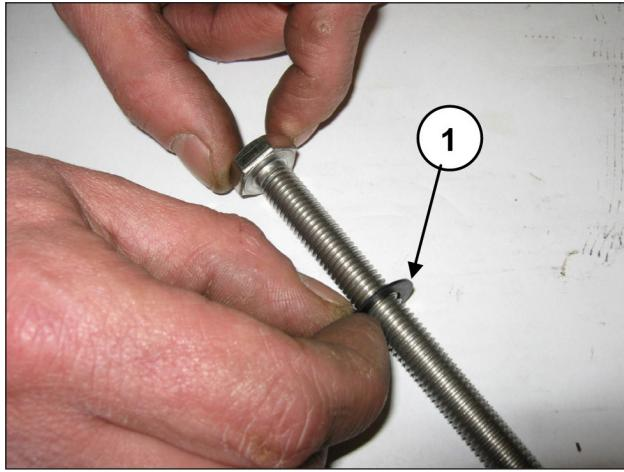

图 183
将垫圈 $010 \times 18 \times 0.9$ 插入活塞固定螺丝（位置①，图 183）。